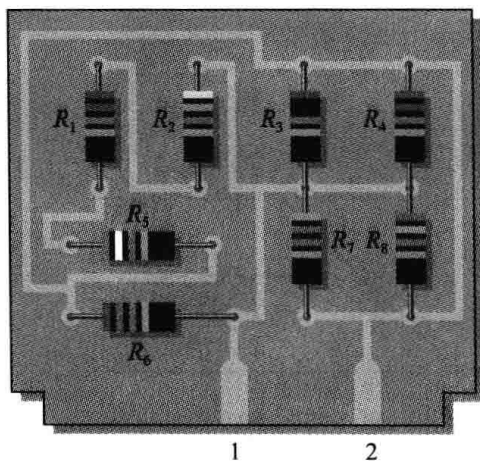

图 5-51 习题 2、习题 3 图
2. 确定图 5-51 中的电阻器是否都并联接在印制电路板上，画出电路原理图并标出电阻值。其中，电阻 R_1 的色环颜色分别为：红、红、橙、金；电阻 R_2 的色环颜色分别为：黄、紫、橙、金；
3. 试确定图 5-51 中引脚 1 和引脚 2 之间的总电阻。